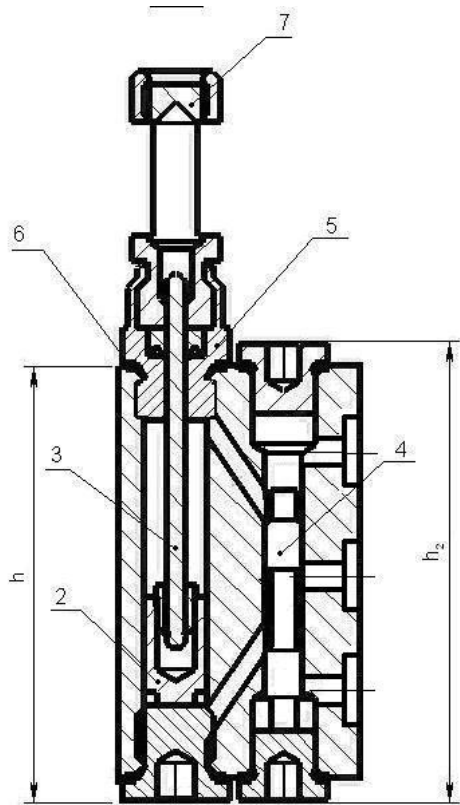

Рис.2
4.1. Питатель (рис.2) состоит из корпуса 1, поршней 2, шарнирно связанных со штоком 3, распределительных золотников 4, ограничителей 5 с уплотнителем 6, и винтов 7.